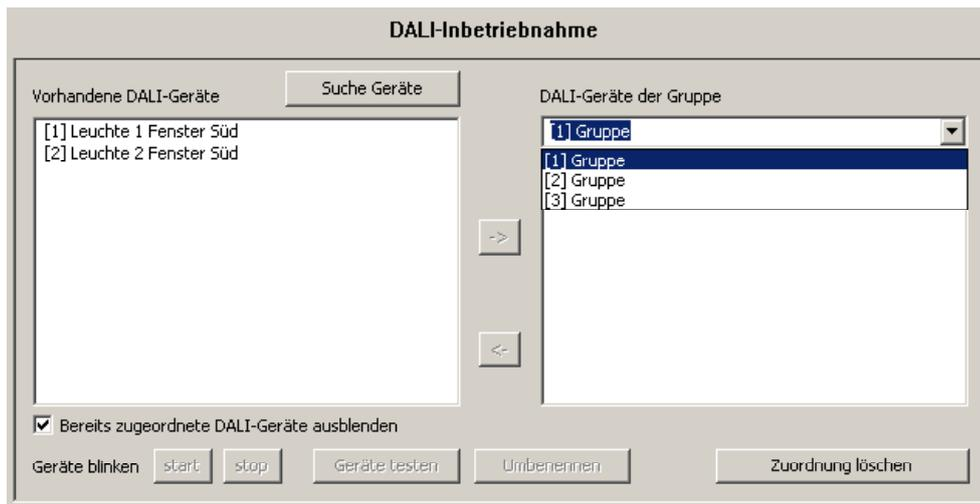

Bild 40: Gruppe auswählen
- Im rechten Teilbereich der DALI-Inbetriebnahmeumgebung die erforderliche Gruppe auswählen, zu der Betriebsgeräte hinzugefügt werden sollen (vgl. Bild 40).